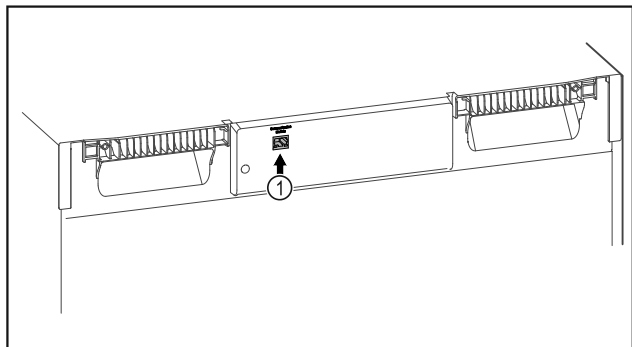

Fig. 73
- ☐ Moduli SmartModule Fig. 73 (1) është vendosur.